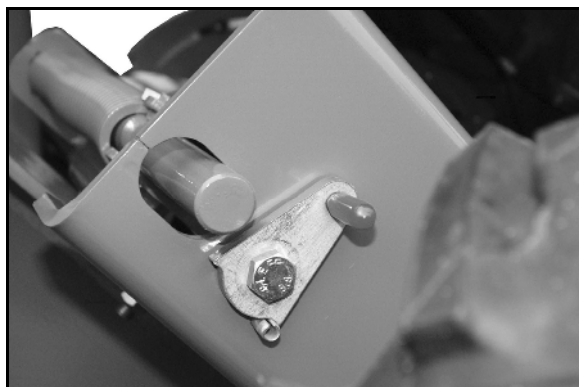

Рис. 27
3. Установите стопорный рычаг соответствующим образом (см. Рис. 27).